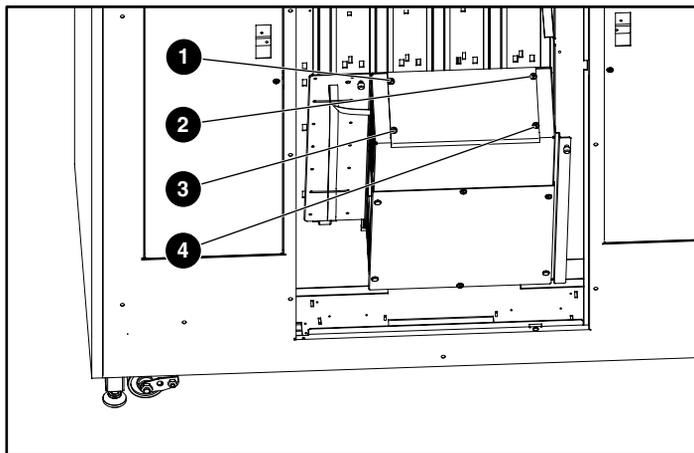

Figure 3 : Démontage du cache supérieur
- ❶ Vis captive
- ❷ Cache supérieur
- ❸ Compartiment électronique
- ❹ Vis captive
5. Retirez les vis aux quatre coins du cache supérieur (reportez-vous à la Figure 3) et enlevez le capot.